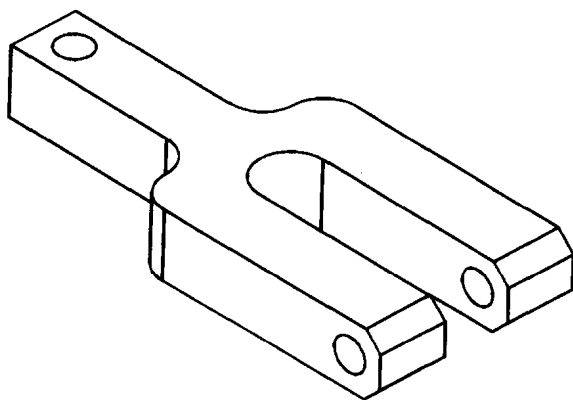

图 6
- 6) 添加草图特征或放置特征，如拉伸、打孔、圆角和倒角（见图6）。